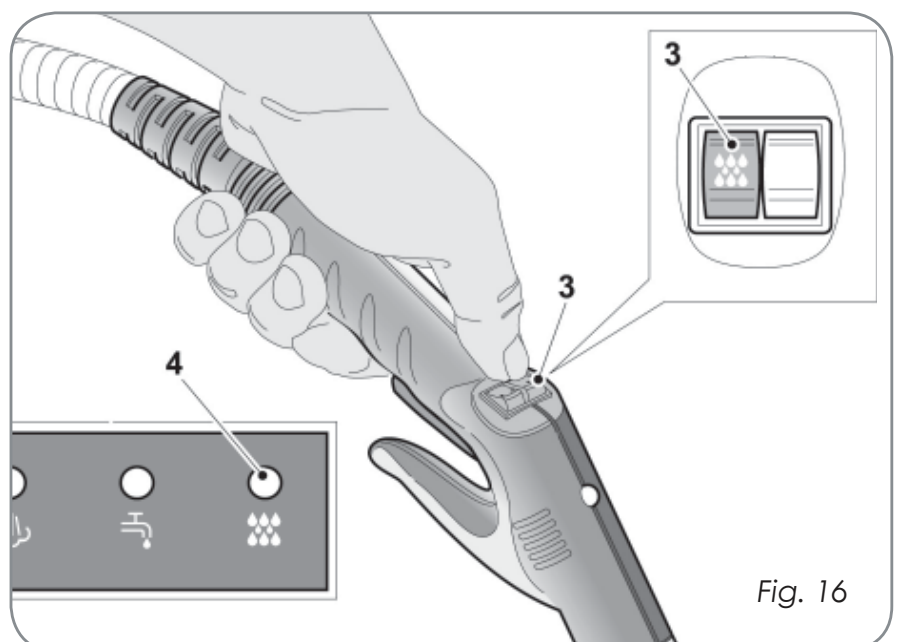

Fig. 16
Laissez pressée le bouton (3 fig. 16) sur la poignée pour habiliter la distribution; le voyant jaune (4) s'allume sur le tableau de bord.